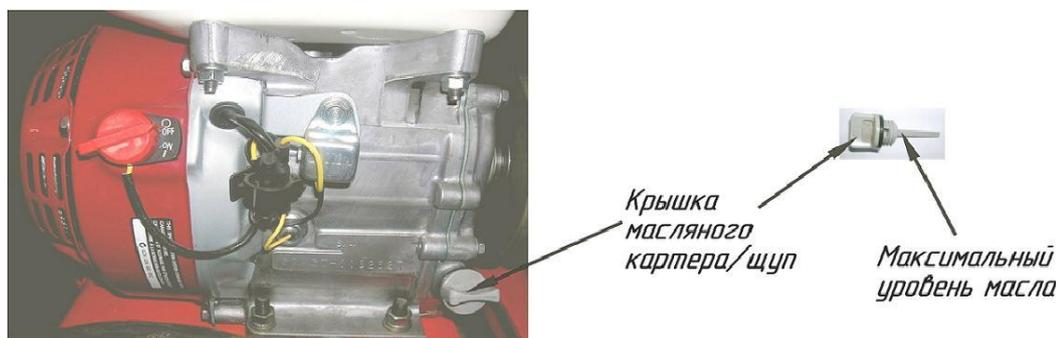

Рисунок 3. Определение уровня масла в двигателе
7.3.1 Перед началом работы проверьте уровень масла в картере двигателя (рисунок 3);